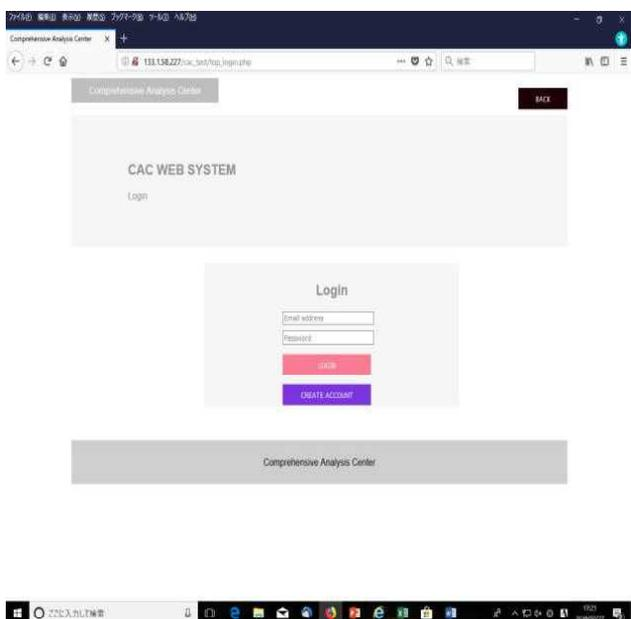

図3
- ① 総合解析センターのホームページ（トップページ）の「総合解析センターCAC Web システム」を選択します。
- ② 総合解析センターCAC Webシステム（図3）の画面よりEmail address, Passwordを入力してログインします。